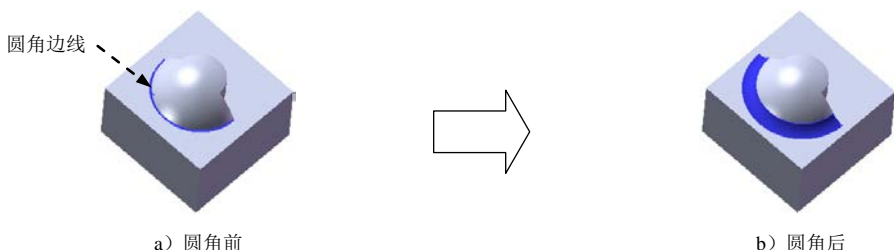

图 13.4.15 圆角 1
Step5. 创建图 13.4.15 所示的圆角 1。
(1) 选择命令。选择下拉菜单 **插入(I)** → **特征(F)** → **圆角(R)...** 命令 (或单击  按钮), 系统弹出“圆角”对话框。
(2) 定义圆角类型。采用系统默认的圆角类型。